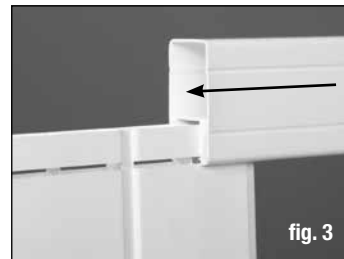

fig. 3
- En la parte superior del conjunto del panel, deslice el segundo barandal sobre la parte superior de las estacas (fig. 3). El montaje del panel ya está completo.